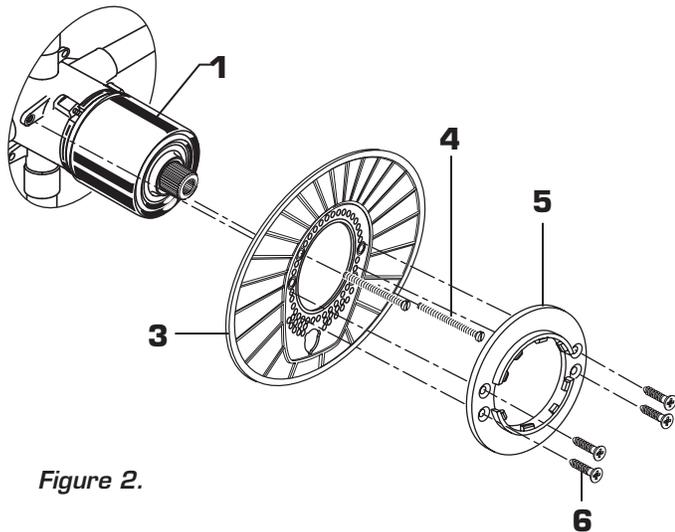

Figure 2.
- **Figure 2.** Pousser le SUPPORT DE ROSACE (3) sur le CAPUCHON (1) et fixer au robinet avec les LONGUES VIS (4). Monter le SUPPORT DE ROSACE (5) au SUPPORT DE ROSACE (3) avec 4 VIS COURTES (6).